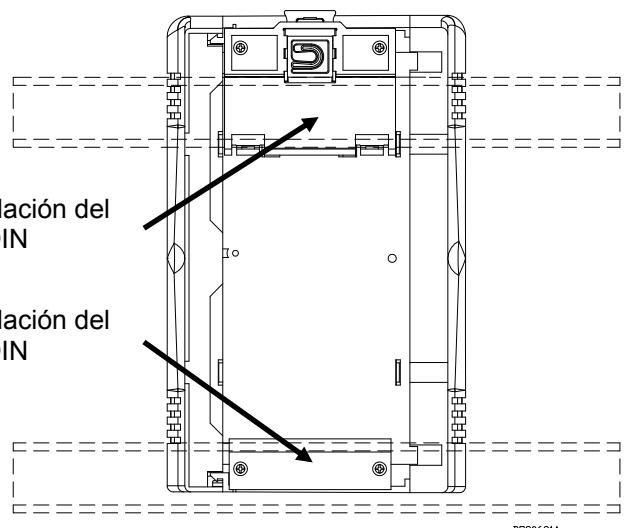

Figura 4. Vista posterior del FFI
3. La carcasa del FFI se instala sobre dos rieles DIN de 35 x 7,5 mm. Consulte la Figura 4.